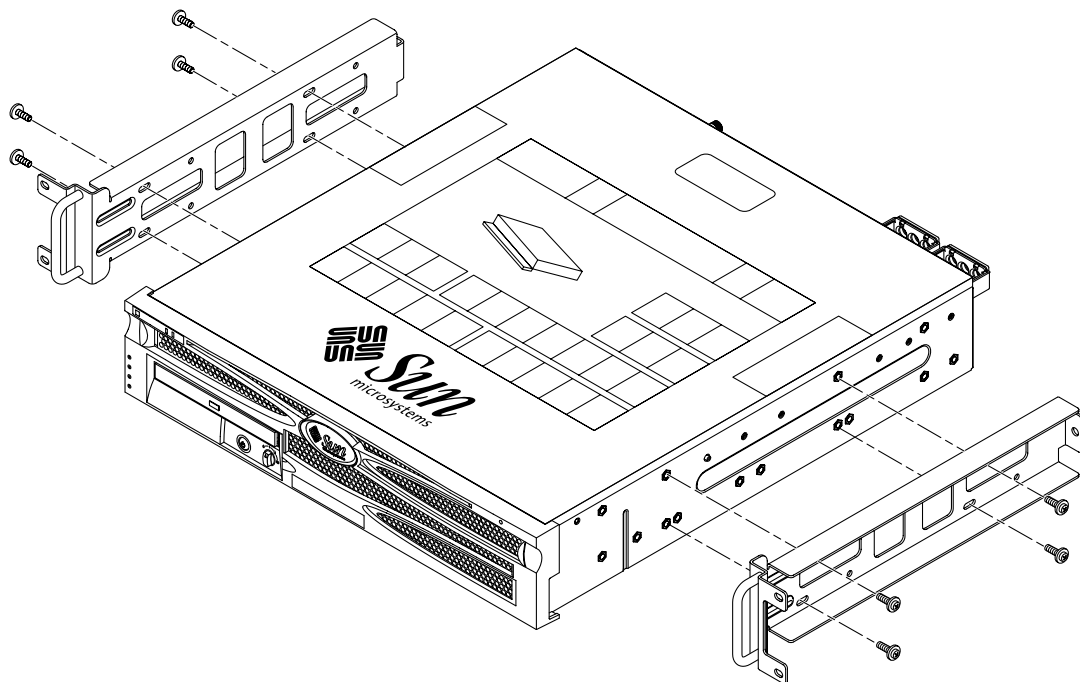

FIGURA 3-19 Fijación de los raíles laterales al servidor
10. Mediante ocho de los tornillos SEM M5 × 10 (cuatro tornillos por cada raíl lateral), fije los raíles laterales a los lados del servidor (FIGURA 3-19).